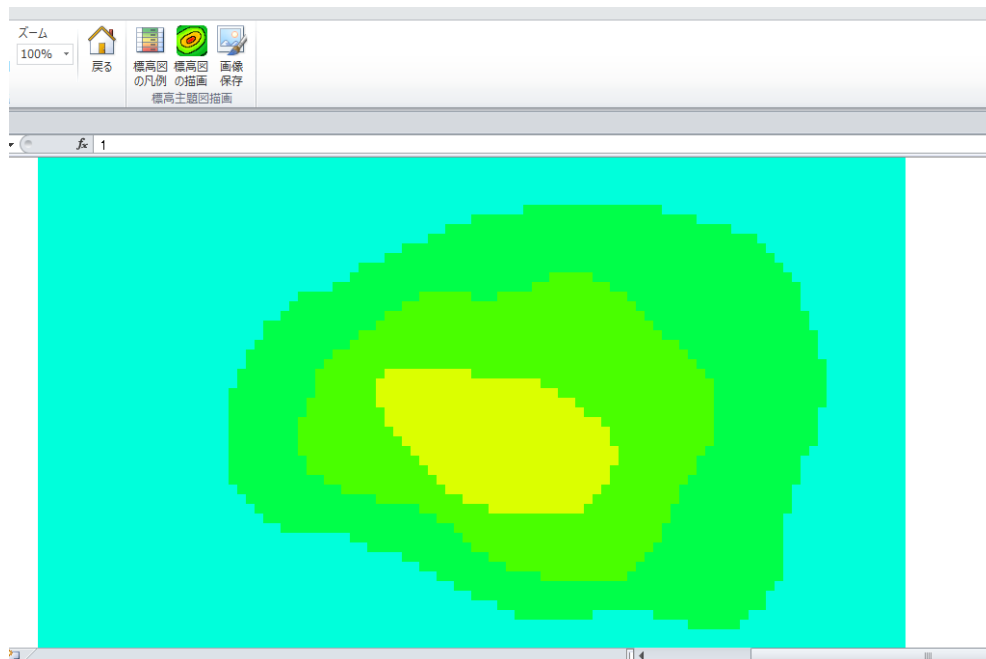

図 4-48 描画終了
**ヒント** (Star icon) 標高が徐々に変化しているような地形（例えば図 4-48 など）の場合は、面積の大きい方から等高面図形を作成して標高を登録し、徐々に面積の小さい等高面図形を作成して標高を上書きしていくと、標高の設定がしやすくなります。